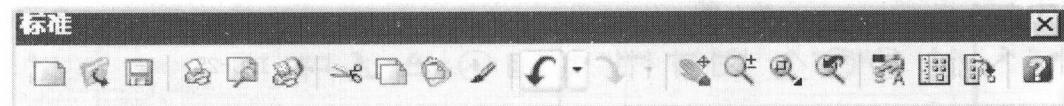

图 1-9 “标准”工具栏
(1) “标准”工具栏如图 1-9 所示，汇集了 AutoCAD 2004 基本的文件管理和编辑命令，以及视图窗口显示命令。